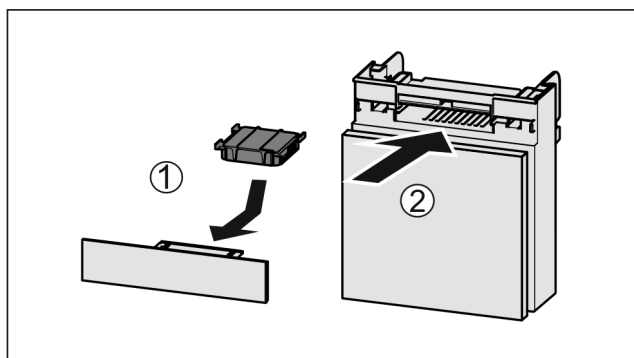

Fig. 53
- ▶ Wkładać Fig. 53 (1) filtr z węglem aktywowanym zgodnie z ilustracją.
- ▶ Wsunąć komorę Fig. 53 (2).